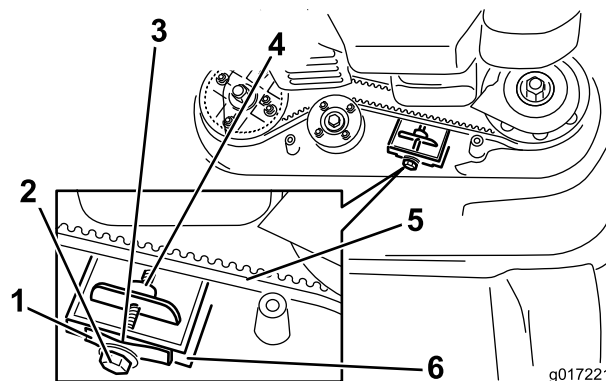

Figure 30
**Remarque:** Si un espace est visible entre la jauge et le ressort, serrez le boulon et l'écrou de réglage jusqu'à ce que le papier puisse à peine passer dans l'espace (Figure 30).